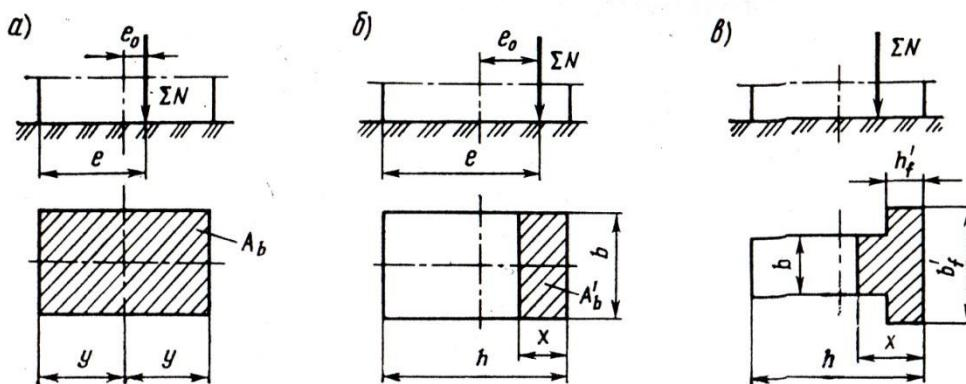

Рисунок 1- Расчетные схемы опоры
При расчете опор действующие усилия и возникающие моменты определяют отдельно вдоль и поперек моста, а не суммируют их. Характер работы опор-внекентренное сжатие. В зависимости от эксцентриситета e_0 приложения равнодействующей всех вертикальных сил относительно центра тяжести сечения могут быть два случая внекентренного сжатия: случаи малого эксцентриситета (рисунок 1, а), если $S_{bc} : S_{bo} \geq 0,8$, и случай большого эксцентриситета $S_{bc} : S_{bo} \leq 0,8$, где S_{bc} и S_{bo} - статические моменты площади соответственно сжатой зоны А'Ь и всего сечения АЬ относительно менее нагруженной его грани, определяемые по формулам (1), (2)
увеличивают расчетное воздействие (например, собственный вес опоры при расчете прочности кладки по обрезу или прочности грунтового основания), и $\gamma_f = 0,9$, если уменьшают расчетное воздействие (тот же собственный вес конструкции при проверке опоры на устойчивость против опрокидывания). Прочность нормальных сечений внецентренно сжатых бетонных элементов прямоугольного сечения (рисунок 1, б) проверяют по формуле (3)
Тавровые сечения при $x > h'f$ (рис. 1, в) проверяют по условию (4)
Центрально сжатые элементы (см. рис. 1, а) рассчитывают по формуле (5)
При большом эксцентриситете (см. рисунок 1, б)- по формуле (8)